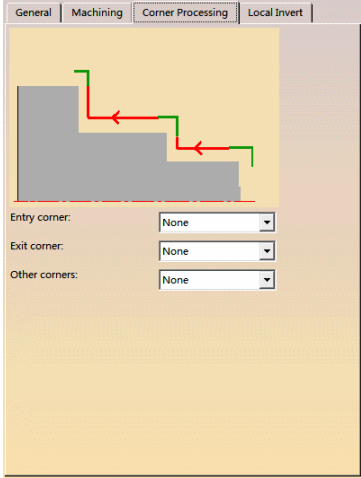

图 6-48 “Corner Processing”选项卡（1）
- 单击“Corner Processing”选项卡（1），设置拐角处理参数如图 6-48 所示。